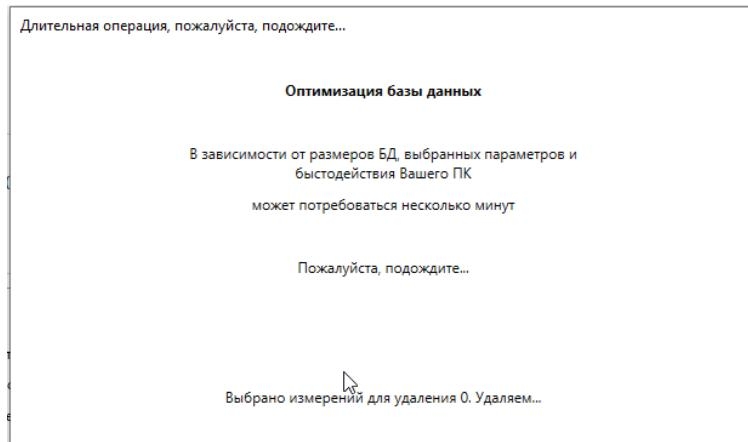

Рисунок 14-4
4. После нажатия кнопки «OK» появиться окно Рисунок 14-4 и начнется процесс оптимизации, дождитесь окончания операции.